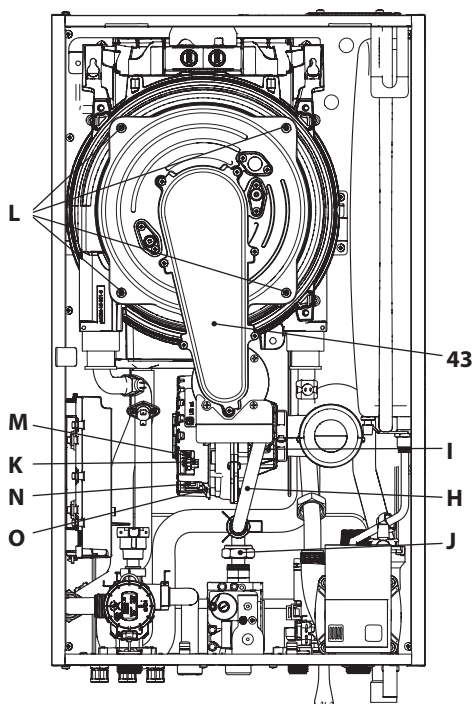

Figura 9.12
Rimozione del gruppo bruciatore ventilatore 43 in Figura 9.12.
- Inserire un cacciavite piano nella rientranza K del connettore M e fare leva verso il basso, contemporaneamente scollegare il connettore M tirandolo frontalmente (Figura 9.12).
- Scollegare il connettore del ventilatore N premendo il gancio in plastica O posizionato nella parte sottostante del connettore (Figura 9.12).
tore ventilatore 43 (Figura 9.12)